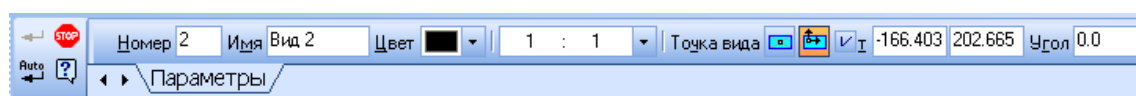

Рис. 3.7. **Панель свойств** при создании вида
2. На **Панели свойств** задать (рис. 3.7):